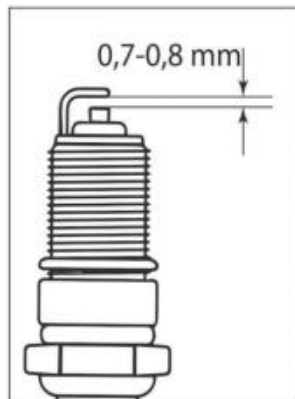

Fig. 27
7. Kontrollera avståndet mellan jordelektroden och mittelektroden med en specialprob. Ställ in avståndet till 0,7–0,8 mm vid behov (bild 27).